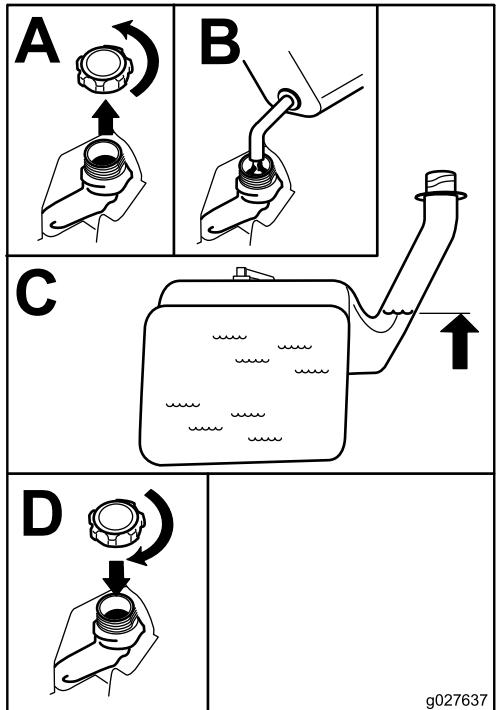

Figura 7
2. Añada gasolina sin plomo lentamente Figura 7 hasta que el combustible llegue a la base del cuello de llenado ( ).